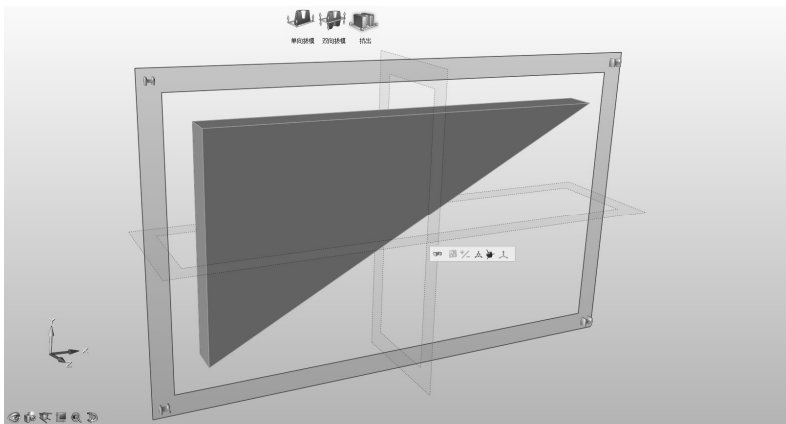

图 1-13
- 3) 此时选择三角支架，并激活如图 1-13 所示方向，表示产生的形状的轮廓会保留一个与拔模方向同向的等截面。